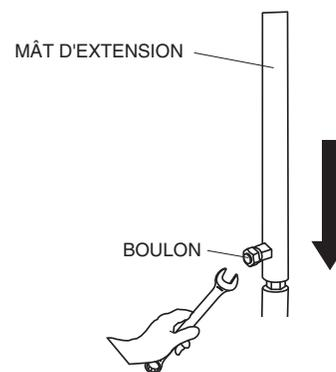

Figure 9. Attacher le mât d'extension
5. Si on le souhaite, fixer le pôle d'extension à la partie supérieure du mât, comme indiqué à la Figure 9.